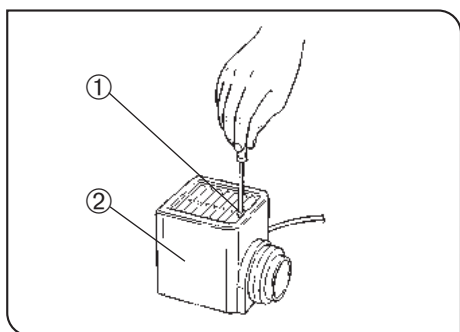

图 46
3 安装卤素灯泡 (图46到48)
5. 从上面用灯室盖盖住灯室，向下压住灯室盖，拧紧灯室固定螺丝①（图46）。